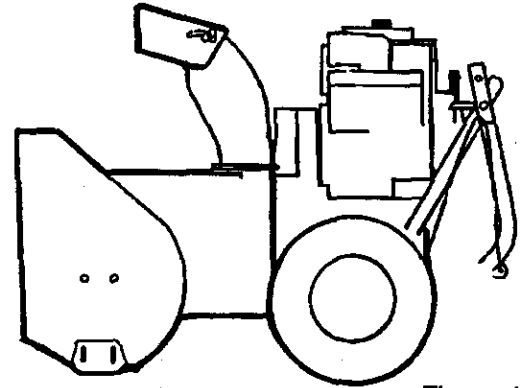
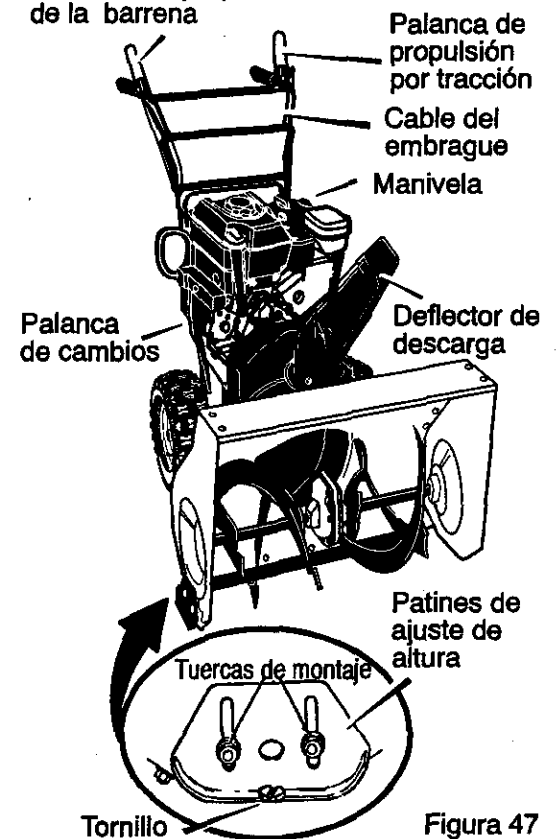

Figura 46
Figura 47
La Figura 46 muestra el quitanieves en posición de envío. La Figura 47 muestra el quitanieves completamente ensamblado. La referencia a los lados izquierdo y derecho del quitanieves se hace desde la posición del operador cuando éste se encuentra detrás de la unidad.
5. Para propósitos de envío, los patines de ajuste de altura, van sujetos a la plataforma de envío. Saque el tornillo que sujeta cada patín a la plataforma. Vea la Figura 47.